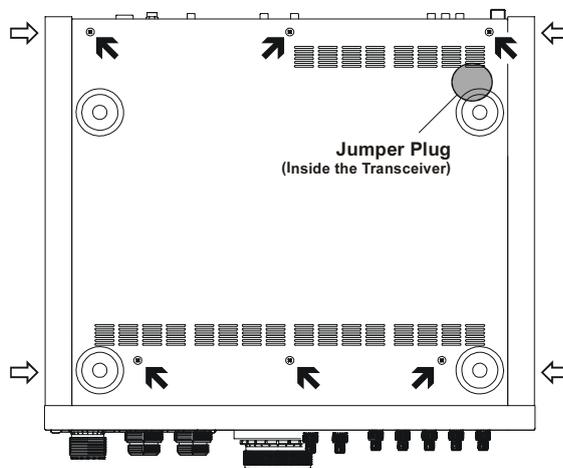

Figure 1
3. En se référant à la figure 1, enlever les huit vis des côtés du boîtier du transceiver.
4. Maintenant enlever les six vis du couvercle inférieur du boîtier montrées sur la Figure 1.